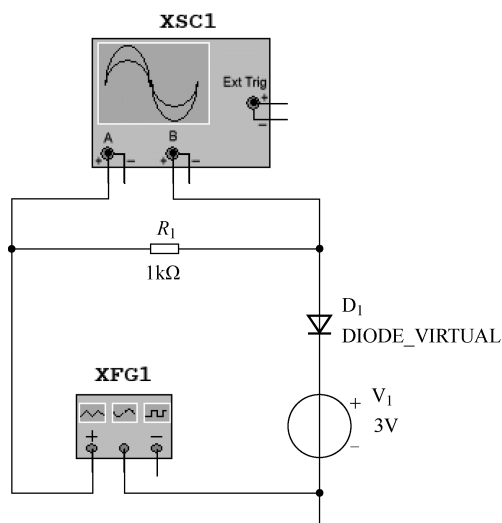

图 4.3.21 限幅电路
(1) 用函数信号发生器为如图 4.3.21 所示的限幅电路提供三角波信号, 输入三角波, 参数设置: 频率为 1kHz, 占空比为 50%, 幅值为 5V, 单极性连接。用示波器测量 R_1 两端的波形。
(2) 将三角波信号改成双极性连接, 再看看波形的变化。